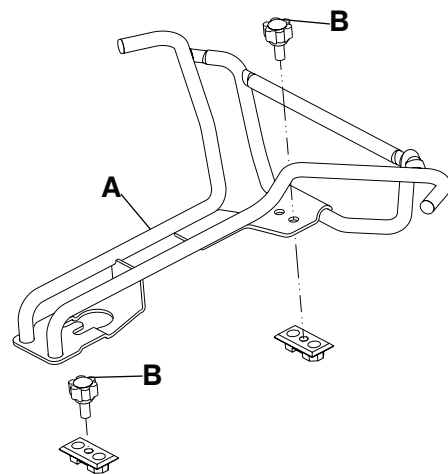

Figure 12 – Positionner et fixer le crochet à ramure sur les plaques de plancher
7. Positionner le crochet à ramure sur les plaques de plancher et fixer le crochet à ramure (A) à l'aide des boutons rouges (B) (Figure 12).